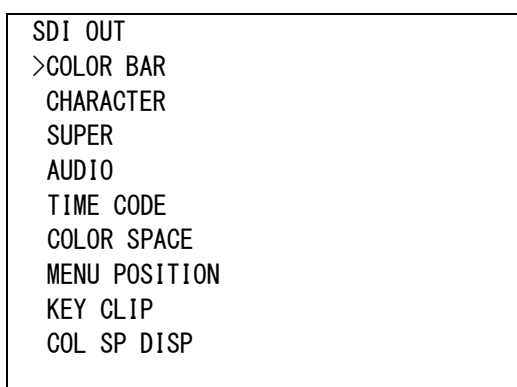

図4-94 オンスクリーンメニュー(4K SDI OUT例)
- 1) メインメニューで「SDI OUT[SDI]」を選択し、**ENTER**ボタンを押すと図4-94のような設定メニューが表示されます。